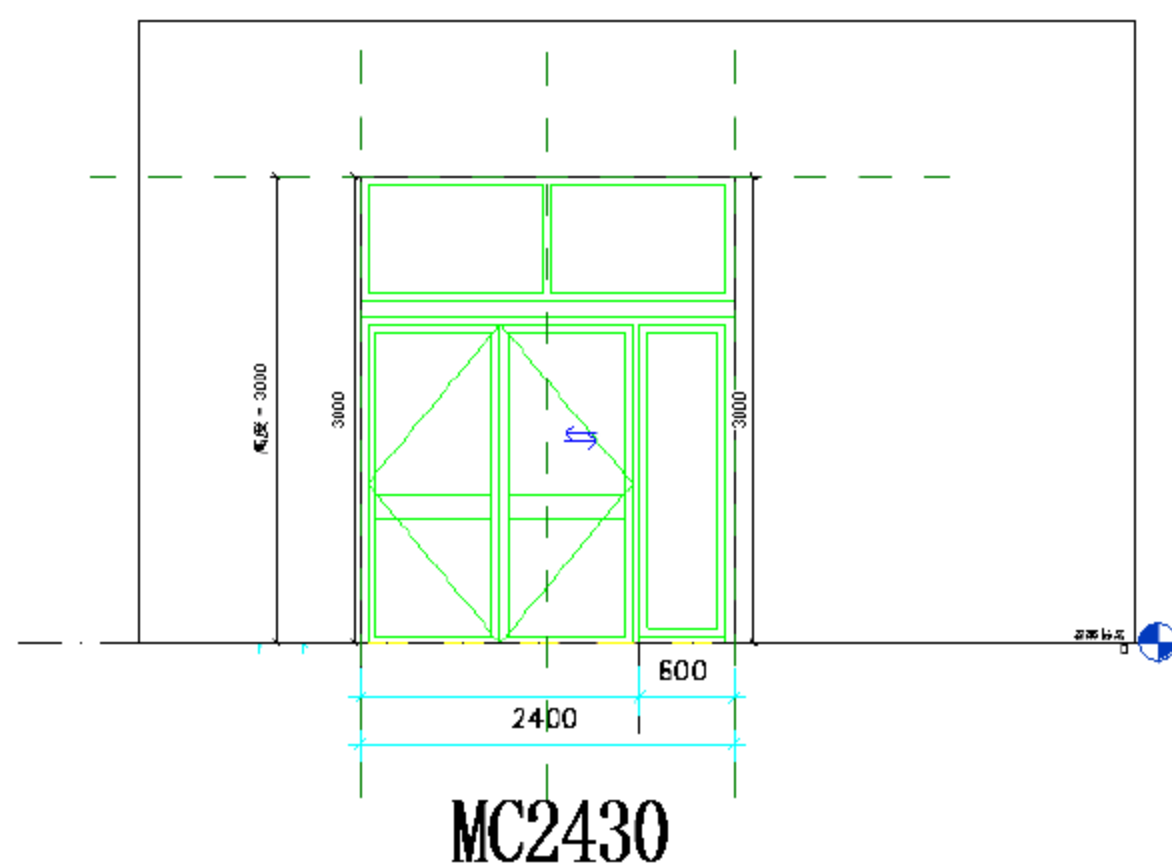

图 6.3.9 调整后的 MC2430.dwg
(8) 调整 CAD 图形。选定导入的“MC2430.dwg”CAD 图形，按快捷键 M+V，将“MC2430.dwg”的导入 CAD 图形移动至如图 6.3.9 所示位置。